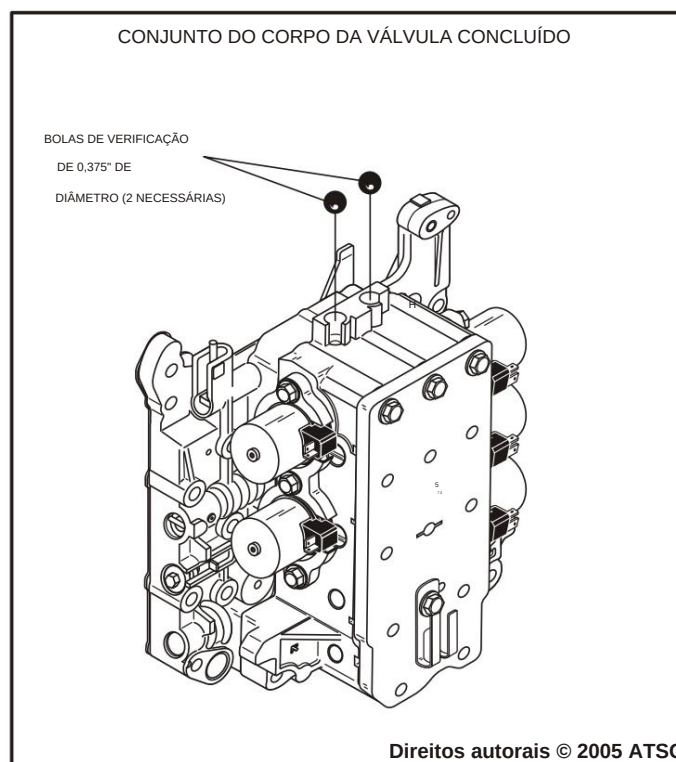

Figura 150
31. Deixe o conjunto completo do corpo da válvula de lado para o processo de montagem final (veja a Figura 150).